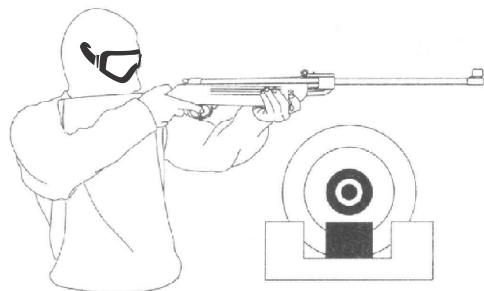

Fig. 8
- Mire*, destrave a arma e prepare-se para atirar (Fig. 8).